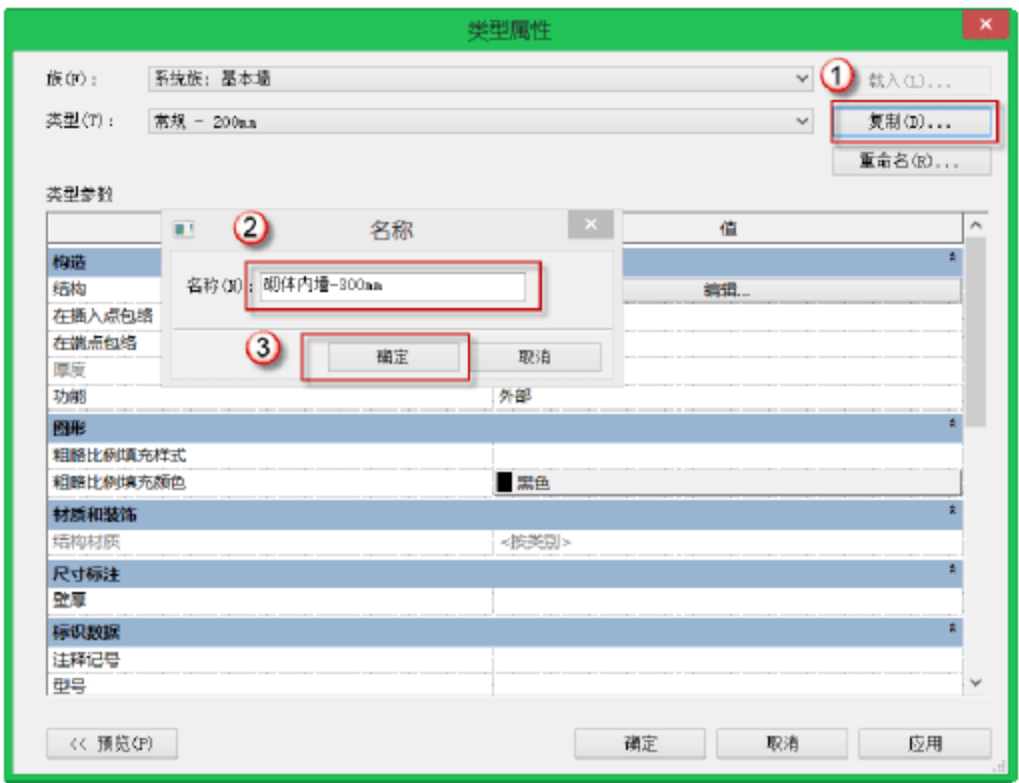

图 10.2.22 复制创建“砌体内墙-300mm”族类型
(1) 打开“基本墙”族。选择“建筑”→“墙”→“墙：建筑”命令，也可以直接按快捷键 W+A。选择“基本墙”族，在“属性”面板中选择“基本墙”→“常规-200mm”命令(注意当前列表框中有 3 种墙族，即叠层墙、基本墙、幕墙)。
(2) 复制创建“砌体内墙-300mm”族类型。单击“属性”面板中的“编辑类型”按钮，在弹出的“类型属性”对话框中单击“复制”按钮，在弹出的“名称”对话框中输入“砌体内墙-300mm”作为新类型名称，单击“确定”按钮返回“类型属性”对话框，如图 10.2.22 所示。